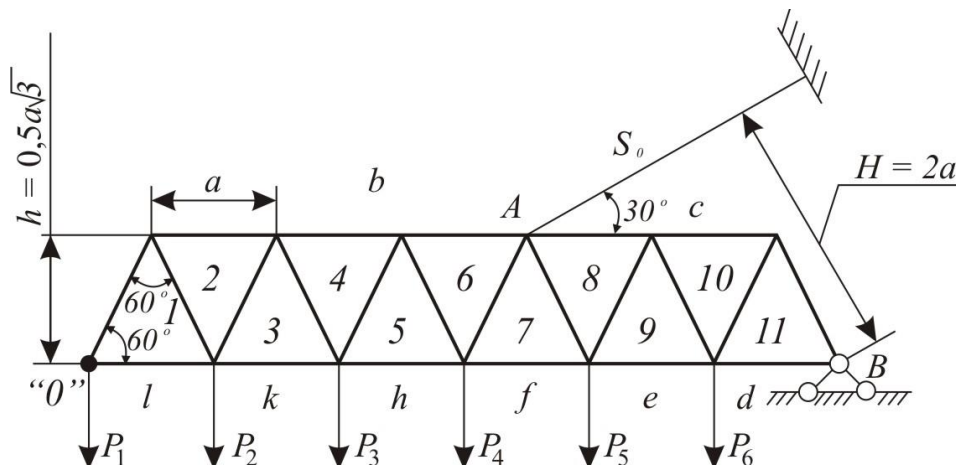

Рисунок 7
Дані до рис. 7
2. Побудувати лінії впливу опорних реакцій  $A$  і  $B$  (для ферми, яка показана на рис. 7, лінію впливу  $B$  можна не будувати).